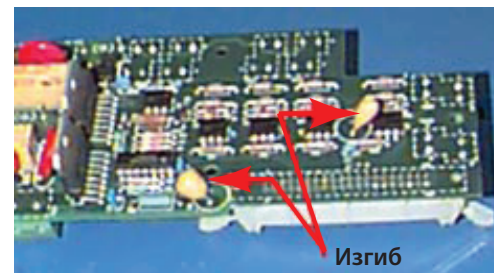

Рис. G-7. Подогнутые конденсаторы на плате ввода/вывода
- Для устройств, установленных в стойку, используйте универсальный кронштейн (упаковка 7). См. рис. G-7.
- Повторно установите плату ввода/вывода. Убедитесь в том, что конденсаторы на нижней части панели ввода/вывода подогнуты (см. рис. G-7), чтобы обеспечить необходимое пространство для установки интерфейса LonWorks.